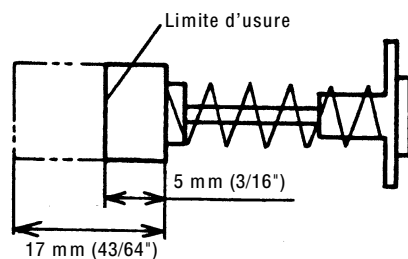
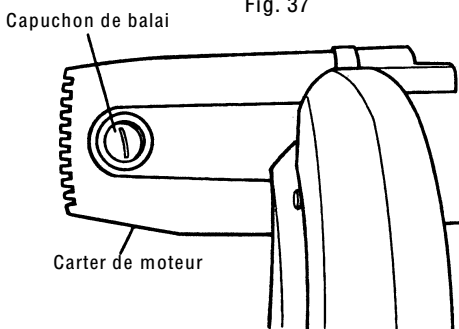

Fig. 37
Fig. 38
2. Inspecter les balais carbone (Fig. 37 et Fig. 38)
Si le carbone de l'un des balais est usé jusqu'à la limite de 5 mm de longueur, ou si le ressort ou le fil de shunt sont brûlés ou endommagés de quelque façon que ce soit, remplacer les deux balais en carbone (voir Fig. 37). Si les balais en carbone se révèlent encore bons quand on les a démontés, les remonter à la même position qu'avant le retrait.
Par ailleurs, maintenir les balais carbone propres de façon qu'ils glissent régulièrement dans les porte-balai. Les balais carbone sont faciles à retirer ; pour cela, retirer les têtes porte-balai (voir Fig. 38) avec un tournevis à tête plate (signe moins).